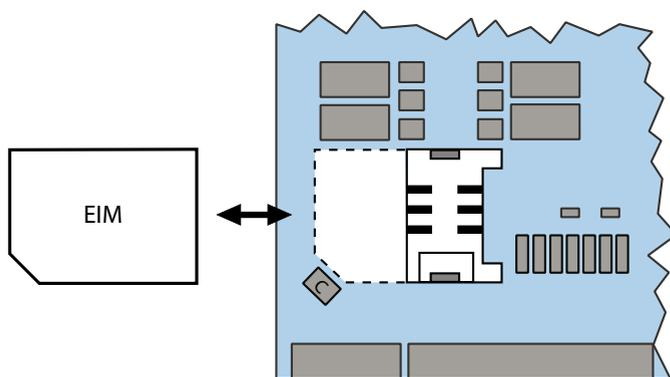

Fig. 80 Scheda EIM
4. Introdurre la nuova scheda EIM sotto le linguette di guida fino a battuta nell'alloggiamento per SIM Card. Fare attenzione che i contatti della scheda EIM siano verso il basso e che l'angolo smussato della scheda EIM sia rivolto verso il bordo della scheda gestore chiamate e non siano a contatto con il condensatore (C) (vedi Fig. 80).